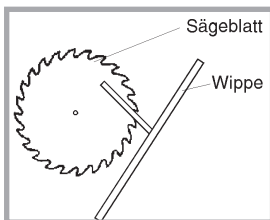

Abb. 5
- neues Sägeblatt in Schneidrichtung zur Bedienperson auf die Welle aufschieben (siehe Abb. 5 „Einbaurichtung des Sägeblattes“)